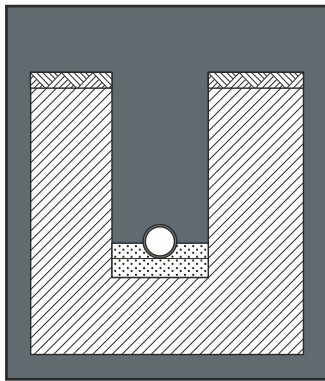

Fig. 5
- Avant d'installer la conduite il faut régler le fond de la fouille afin d'obtenir le lit de pose. Le bourrage latéral jusqu'à mi-tube sera compacté avec les pieds. (fig. 5)